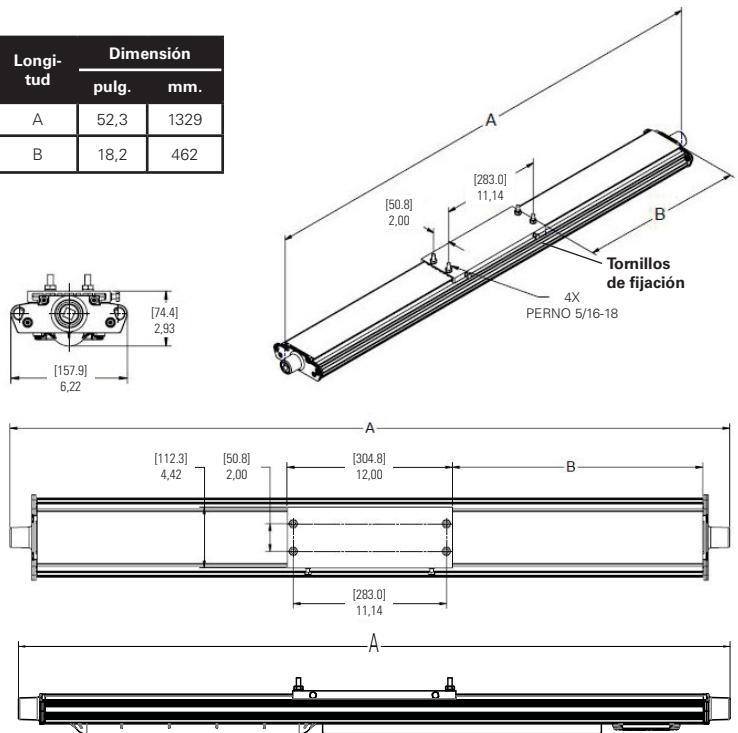

Imagen 3. Instalación del montaje trasero DP1057MTK
2. Para el montaje trasero, use los soportes como una plantilla, marque y perfore agujeros en la superficie del montaje y use los pernos suministrados de 5/16" (ver Imagen 3).
3. El dispositivo ahora está listo para su montaje. Se recomienda encarecidamente que use a dos (2) personas especializadas calificadas para proceder con el montaje final del dispositivo. Se recomienda esto para evitar cualquier lesión personal o daño al dispositivo.
5. Ajuste los dos (2) tornillos de fijación de 1/4" en el soporte de deslizamiento hasta que estén abajo. Gire a 78 pulgadas-libras. (8.8 N-m).